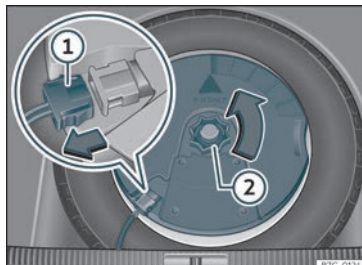

Fig. 228 No maleteiro:desmontar o subwoofer.
- Desconecte o cable do altafalante *subwoofer*»» fig. 228 ①.
- Xire a roda de fixación no sentido contrario ás agullas do reloxo»» fig. 228 ②.